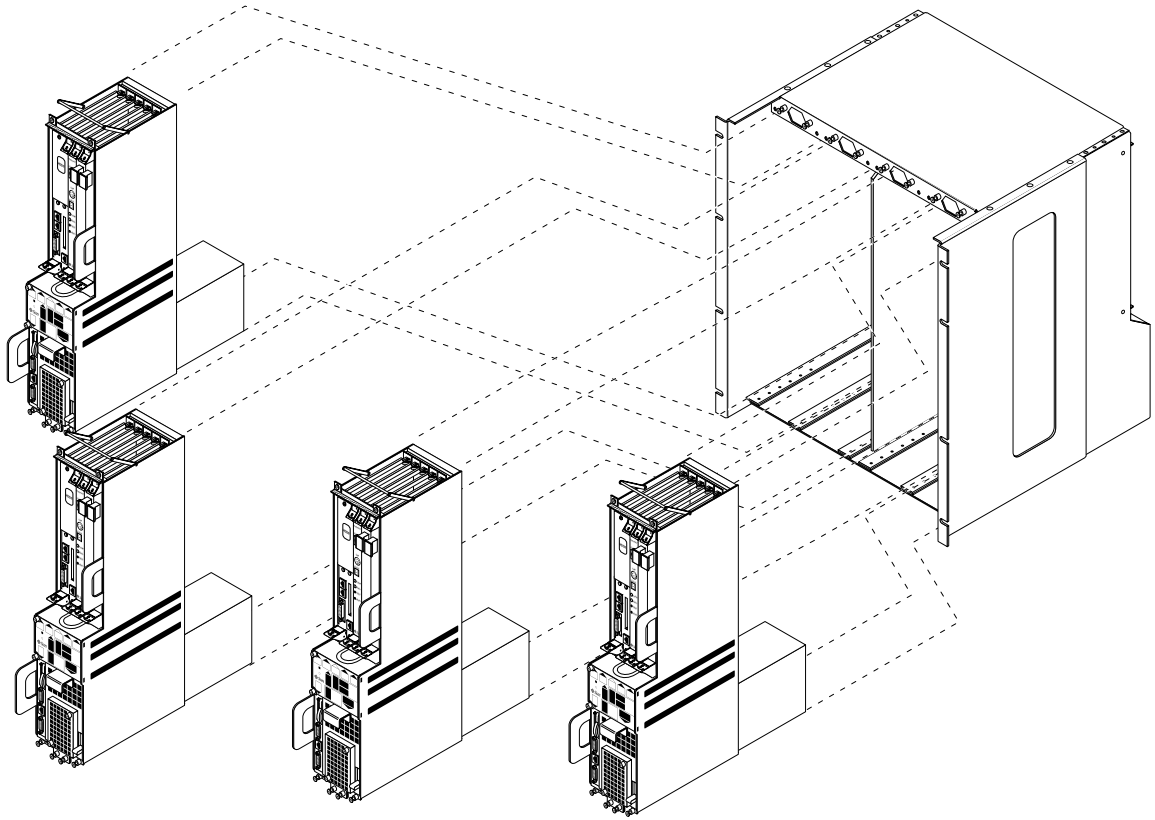

図 1-11 シャーシに 4 台の Netra ct 400 サーバーを装着
- 1 ～ 4 台の Netra ct 400 サーバー (図 1-11)